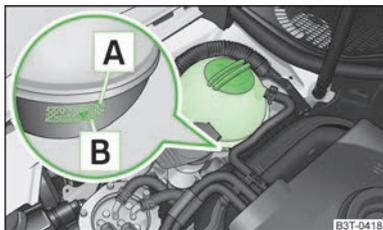

Abb. 159
Zum Nachfüllen empfehlen wir nur das Frostschutzmittel zu verwenden, dessen Bezeichnung auf dem Kühlmittelausgleichsbehälter aufgeführt ist » Abb. 159 auf Seite 187.
- Den Kühlmittelstand am Kühlmittelausgleichsbehälter prüfen. » Abb. 159. Der Kühlmittelstand muss bei kaltem Motor zwischen den Markierungen **B** (min.) und **A** (max.) liegen. Bei warmem Motor kann er auch etwas über der Markierung **A** (max.) liegen.
- Einen Lappen auf den Verschlussdeckel des Kühlmittelausgleichsbehälters » Abb. 159 auf Seite 187 legen und den Deckel **vorsichtig** abschrauben.
Das Kühlmittel nicht über die Marke **A** (max.) auffüllen » Abb. 159 auf Seite 187! Überschüssiges Kühlmittel wird bei Erwärmung durch das Überdruckventil im Verschlussdeckel des Kühlmittelausgleichsbehälters aus dem Kühlsystem gedrückt.